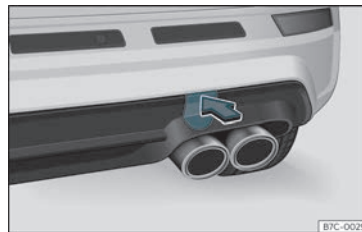

Fig. 42 A la part dreta del para-xocs del darrere: retirar la tapa.
L'allotjament de l'argolla de remolc enroscable es troba al costat dret del para-xocs posterior, al darrere d'una tapa » **fig. 42**.
- Pressioneu sobre la zona superior de la tapa »» fig. 42 per desencastar-la.